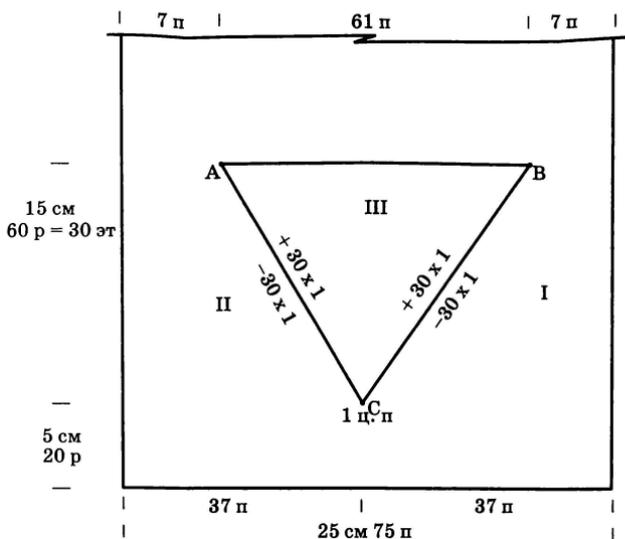

Рис. 60. Отделочный равнобедренный треугольник
**Пример расчета и выполнения отделочного равнобедренного треугольника** (рис. 60). Произведем расчет треугольника: